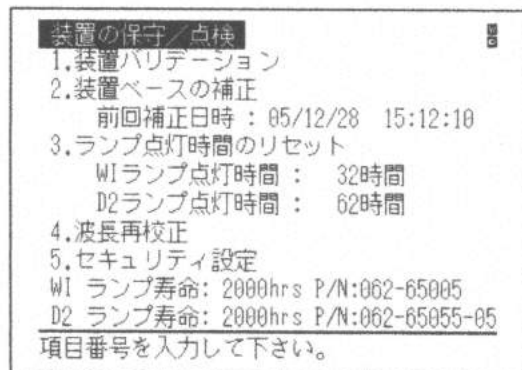

図 3.4
- 2 [装置の保守/点検] 画面 (図 3.4) で、**3** [3. ランプ点灯時間リセット] キーを押します。